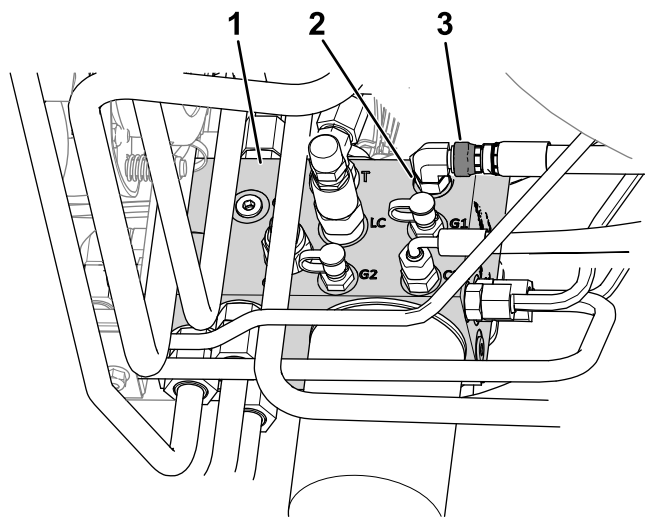

Figura 10
- B. Desaperte a porca giratória do tubo ligado à porta C1 do colecter hidráulico (Figura 10).